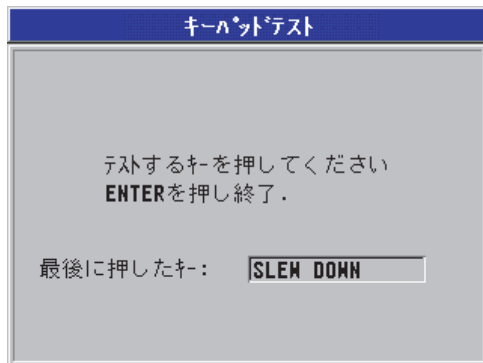

図 12-2 キーパッドテスト画面
4. キーパッドテストが選択されているときは、キーパッドテスト画面（208 ページの図 12-2 を参照）で以下の操作を行います。